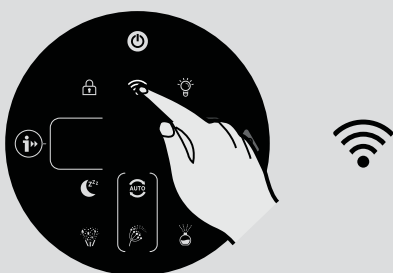

Рис. 7
6. Нажмите и удерживайте кнопку Wi-Fi на дисплее в течение 5 секунд, будет передан звуковой сигнал, а кнопка Wi-Fi начнет мигать, указывая на ожидание соединения. [Рис. 7]